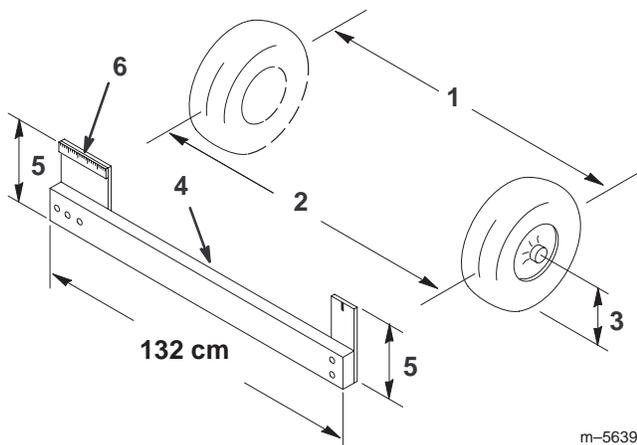

Figure 45
4. Mesurez la distance entre les roues avant à hauteur d'essieu, à l'avant et à l'arrière des roues (Fig. 45). Un gabarit ou un compas à verges est nécessaire pour mesurer l'arrière des roues avant à hauteur d'essieu. Utilisez le même gabarit ou outil pour mesurer précisément l'avant des roues avant à hauteur d'essieu (Fig. 45).